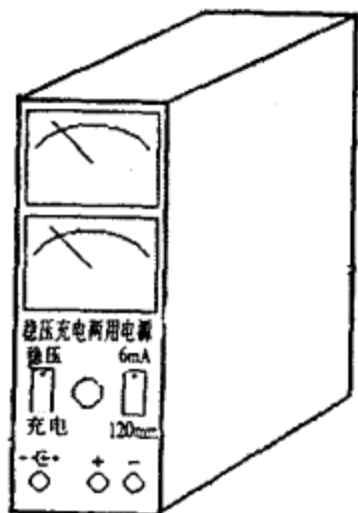

图1
在进行家电设备的修理时常需要使用稳压电源,如修理晶体管收音机、各类随身听等。下面介绍的就是一台具有输出电压可调的稳压电源,并且还具有恒流充电功能,可对1节或数节充电电池进行充电。外形面积示意图如图1所示。
在充电状态时,如电池的数量发生变化,通过反馈电阻R5的反馈作用,IC2的控制端第①脚电压也发生变化,从而使输出端第②脚电压也发生变化。在控制端、输出端电压发生变化的过程中,输出端电压始终比控制端电压高出1.25V,这个1.25V是IC2内部基准电压。也就是说,IC2内部的基准电压,不会随被充电电池的数量变化而变化,是一个恒定值。将这个电压值,作为恒流充电电流值的依据,就能达到恒流充电的目的。恒流充电电流值的计算方法为: $I_x = 1.25/R$  (R是回路中的限流电阻。在图1中是指R3、R4两电阻之和)。如果回路电阻R3、R4的阻值之和为10Ω,则充电回路的电流值为125mA;如果回路电阻R3、R4的阻值之和为300Ω,则充电回路电流值为6mA。在电路中设计了R3、R4两个电阻,并通过波段开关S3进行切换,目的是为了设定两个充电电流值,以满足不同电池的不同充电电流要求。6mA的充电电流,可以对普通碱性电池进行充电;125mA的充电电流值可以对镍氢电池或镍镉电池进行恒流充电。